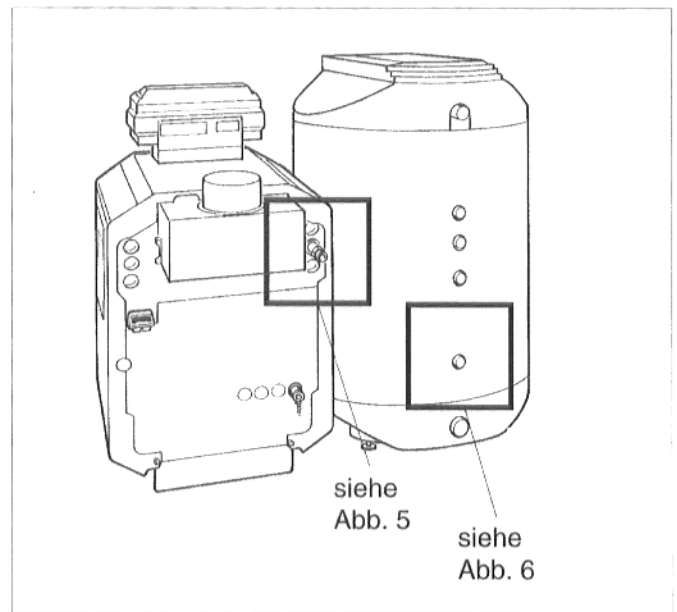

Abb. 4: Rückansicht vor Montage
- O-Ring in die Nut des Doppelnippels einlegen und Doppelnippel in den Speicherrücklauf am Kessel einschrauben (Abb. 4 und 5).
- Flachdichtung in die Überwurfmutter eines Winkels einlegen und Winkel mit dem Doppelnippel verschrauben (Abb. 4 und 5).
- Flachdichtung in die Überwurfmutter des Metallwellschlauchs für den Rücklauf (kürzerer Schlauch) einlegen, Metallwellschlauch vorformen und am Winkel anschrauben (Abb. 4 und 5).
- Flachdichtung in die Überwurfmutter des zweiten Winkels einlegen und Winkel am Speicherrücklauf festschrauben (Abb. 4 und 6).
- Flachdichtung in die zweite Überwurfmutter des Metallwellschlauchs einlegen und Metallwellschlauch am Winkel festschrauben (Abb. 4 und 6).